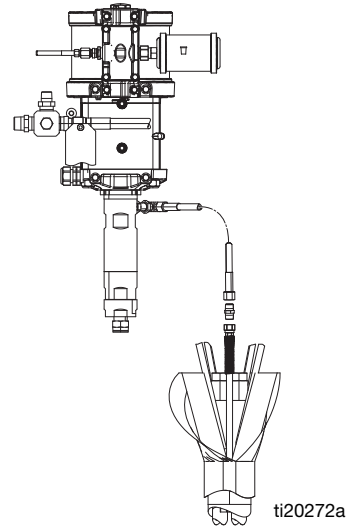

图 20: 冲洗泵连接
2. 将冲洗泵短的紫色冲洗软管连接到管束中的 1/4 npsm 软管。使用软管束附带的 1/4 英寸螺纹接头连接软管。参见图 20。